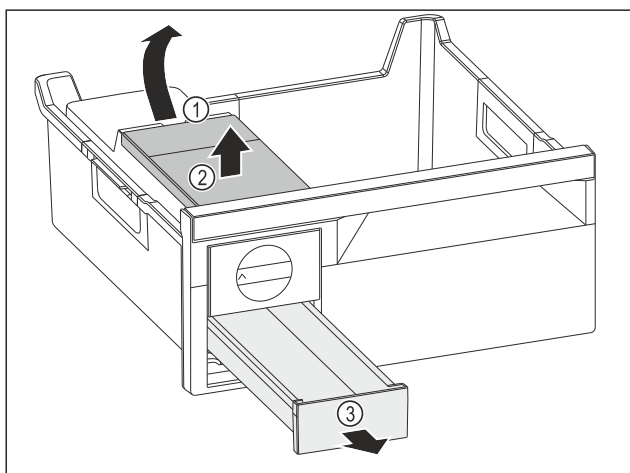

Fig. 103
- ▶ 取出水箱：从凹槽 Fig. 103 (1) 抬起水箱。
- ▶ 朝上取出水箱 Fig. 103 (2)。
- ▶ 朝前取出冰块抽屉 Fig. 103 (3)。